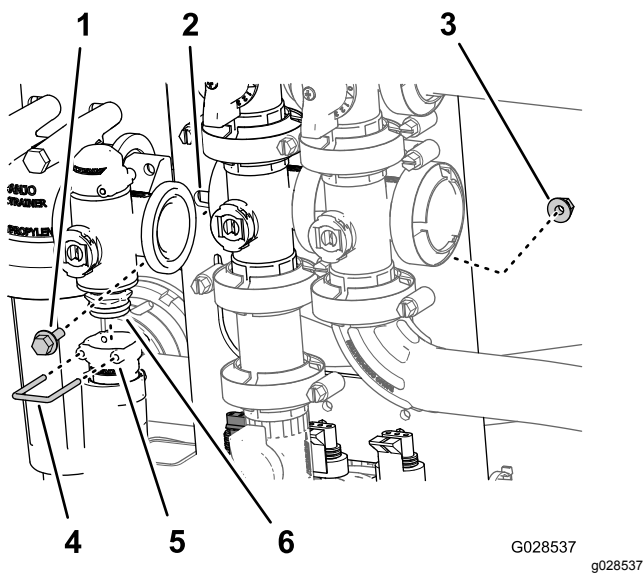

図 89
2. 散布量制御バルブ用のマニホールドに出口フィッティングを固定しているリテーナを外す 図 89。
- 散布量制御バルブをバルブマウントに固定しているフランジヘッドボルト2本とフランジロックナット2個を外してバルブマニホルドを機体から取り外す 図 89。